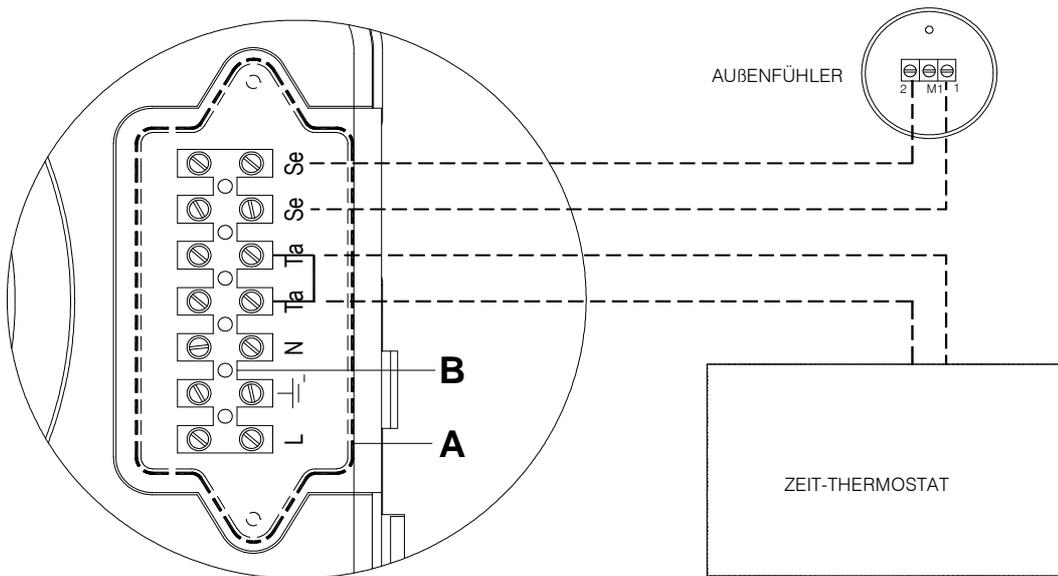

Fig. 1
- c. Die Schrauben lösen und die Abdeckplatte A entfernen (siehe Abb. 1);
- c. Die Schrauben lösen und die Führungsplatte A (siehe Abb. 1) entfernen;